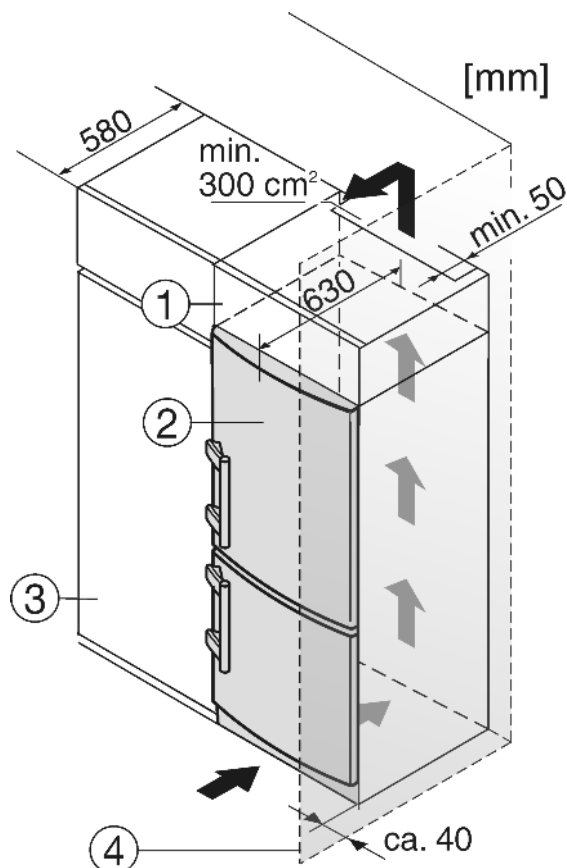

Fig. 13
- (1) Дополнительный шкафчик
- (2) Устройство
- (3) Кухонный шкаф
- (4) Стенка
Устройство может быть окружено предметами кухонной обстановки. Чтобы уравнивать устройство Fig. 13 (2) по высоте с кухонной стенкой, можно установить над устройством соответствующий дополнительный шкафчик Fig. 13 (1).
При комбинировании с обычными кухонными шкафами (глубина макс. 580 мм) устройство можно установить непосредственно рядом с кухонным шкафом Fig. 13 (3). Дверь устройства выступает по сторонам на 34 мм и по центру устройства на 50 мм относительно передней стенки кухонного шкафа. Поэтому ее можно свободно открывать и закрывать.
Если устройство установлено на шарнирах у стены Fig. 13 (4), то расстояние между устройством и стеной должно быть не менее 40 мм. Настолько выступает ручка при открытой дверце.